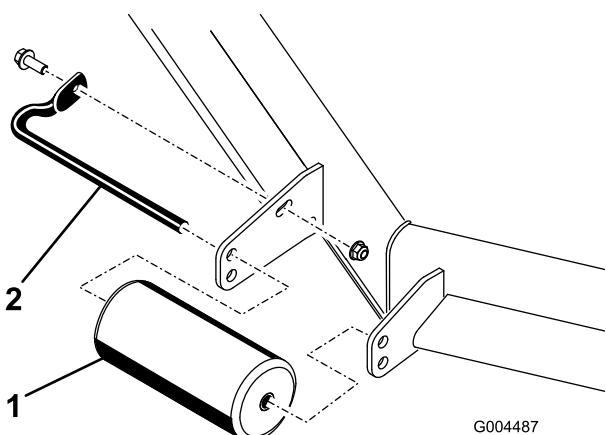

Figura 28
- Retire los herrajes que fijan cada rodillo a la plataforma del cortacésped y mueva los rodillos hacia arriba o hacia abajo según sea necesario; consulte Figura 28 a Figura 32 según corresponda a su cortacésped.